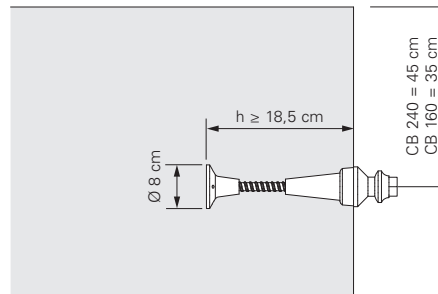

Fig. B1.04
4. Enroscar completamente e apertar a placa de ancoragem DW 15 (5.4) na barra de amarração (5.5). (Fig. B1.04)